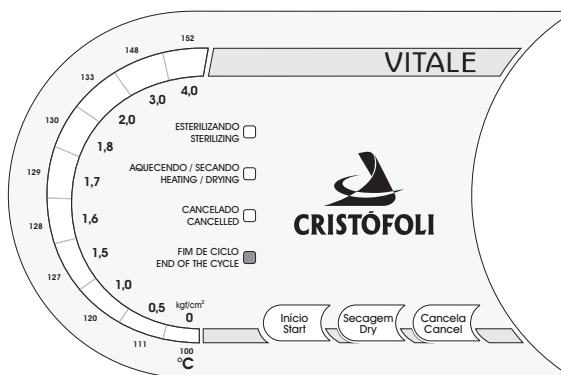
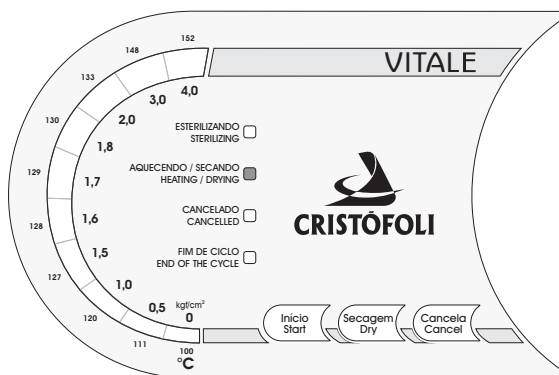

Fig. 19
Fig. 20
- Conecte el cable de energía en la red eléctrica, o logo Cristófoli encenderá y la autoclave emitirá 2 bips (Fig. 19). Apriete la tecla **INICIO**, en ese momento, la autoclave emitirá 1 bip, el LED **Aqueciendo/Secando** estará encendido (Fig. 20), la autoclave iniciará entonces el calentamiento que podrá variar de 10 a 35 minutos dependiendo de las condiciones de temperatura y altitud del local de trabajo, red eléctrica y cantidad de material cargado. Durante el funcionamiento, la barra de LEDs indicativos exhibirá la elevación/reducción gradual de la presión y temperatura. Caso este no sea el primer ciclo del día y la temperatura del autoclave esté encima de 70 °C, al apretar la tecla **INICIO**, la autoclave sonará 2 bips y permanecerá en modo de espera con el logo Cristófoli encendido, el LED **Aqueciendo/Secando** permanecerá apagado. Espere algunos minutos más e intente nuevamente;
f ► Al término de la esterilización la válvula solenoide se abrirá, podrá ser oído el estallo de su abertura y la autoclave sonará 1 bip, en ese momento la autoclave despresurizará, al término de la despresurización, la barra de LEDs indicativos indicará presión "0". En seguir la autoclave sonará 10 bips y pasará para el ciclo de secado, el LED indicativo **Aqueciendo/Secando** parpadeará (Fig. 20, pág. 14). **En este momento es necesario que el operador entreabra la puerta para el secado** (Fig. 22).
- 4 ► En caso que los artículos no estén completamente secos, se puede optar por la función de secado extra: mantenga la puerta entreabierta, accione la tecla **SECAGEM**. El LED **Aquecendo/Secando** parpadeará (Fig. 20, pág. 14), lo que indica el inicio del ciclo de 20 minutos. Este ciclo podrá ser cancelado apretándose la tecla **ANULA** en caso que el operador contacte que el material ya esté completamente seco;